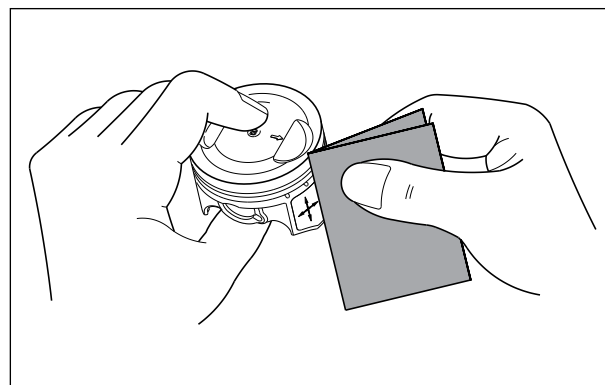

Fig. 3.94
- Se uma superfície deslizante do pistão estiver muito marcada ou desgastada devido ao superaquecimento, o pistão deverá ser substituído. Ranhuras superficiais ou arranhões menores podem ser removidos, brunindo-os com uma lixa fina (grau 400). (Fig. 3.94) Inspeção o pistão quanto a danos ou rachaduras. Substitua se necessário.